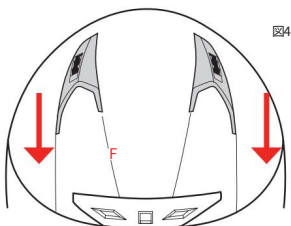

図4
### フロントエアインテークアッパー — F — 図 4/5
- 図 4: カーソルを前方にスライドさせて吸気口を完全に閉じます